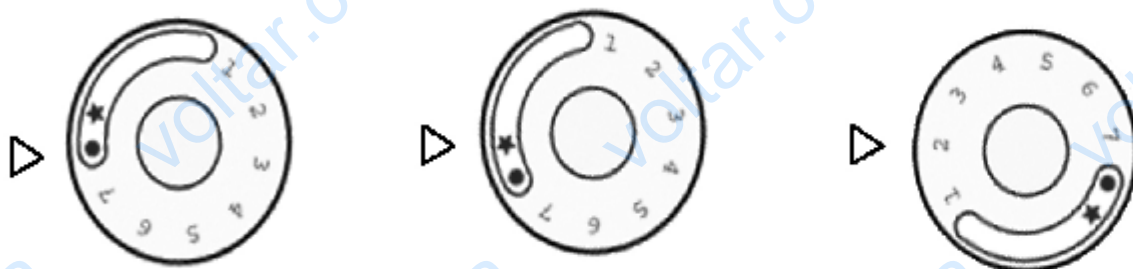

Рисунок 8
8.4.1 Изначально ручка управления находится в положение "точка" (рисунок 8). Пилотная и основная горелки погашены (подача газа к ним заблокирована).
8.4.3 Для розжига основной горелки ручка управления вращением против часовой стрелки переводится в положение «1». Только после зажигания основной горелки ручка управления переводится в положение от «1» до «7» в зависимости от необходимой температуры нагрева воды в контуре отопления (рисунок 8). Максимальная температура нагрева воды в контуре отопления -  $90^{\circ}$  соответствует положению «7» на ручке управления.